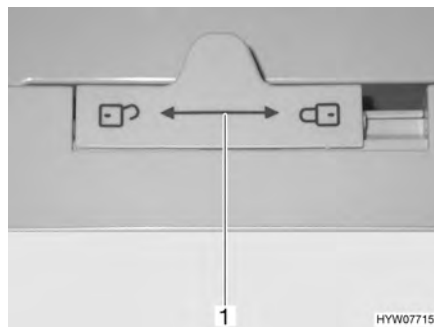

Fig. 193 Bloqueo de la puerta del frigorífico (Dometic de la serie 7)
- Empujar el bloqueo (Fig. 193,1) hacia la izquierda "🔓".
- Empujar el bloqueo (Fig. 193,1) completamente hacia la derecha "🔒".